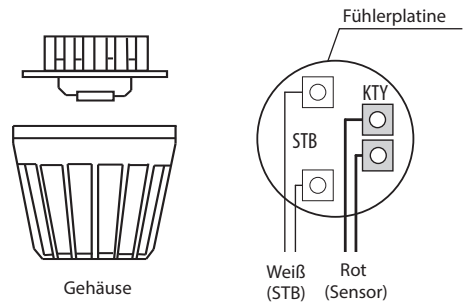

Abb. 10
3. Führen Sie die Fühlerkabel durch das gebohrte Loch und schließen Sie die Fühlerleitung gemäß Abb. 10 an.
4. Die Leitungen für den Begrenzer (weiß) und den Temperaturfühler (rot) gemäß Abb. 10 an der Fühlerplatine anklebmen: Die Fühlerplatine anschließend in das Gehäuse einrasten.